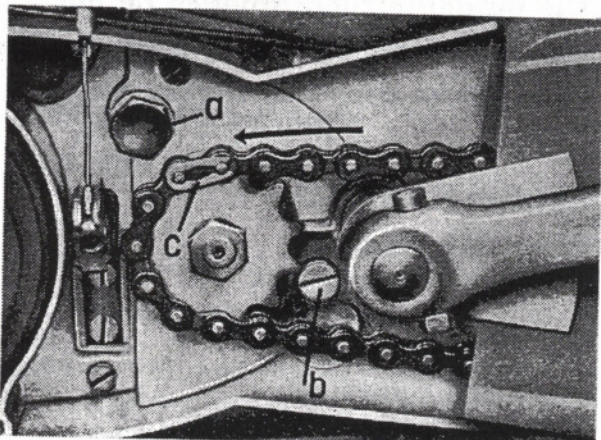

Abb. 77 Richtiger Sitz der Steckgliedsicherung
5. Der Einbau erfolgt sinngemäß in umgekehrter Reihenfolge des Ausbaues. Dabei ist aber besonders darauf zu achten, daß die geschlossene Hälfte der Sicherungsfeder immer in die Laufrichtung der Kette zeigt. (Siehe Abb. 77.)